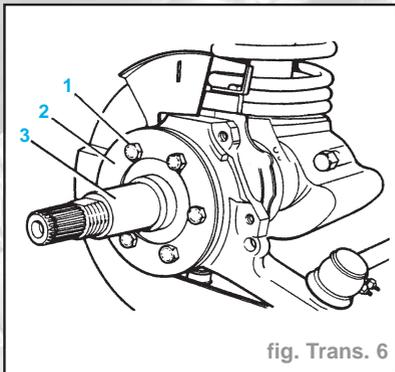

fig. Trans. 6
- Enlever les six vis (1) maintenant la fusée sur le carter pivot (Fig. Trans. 6).